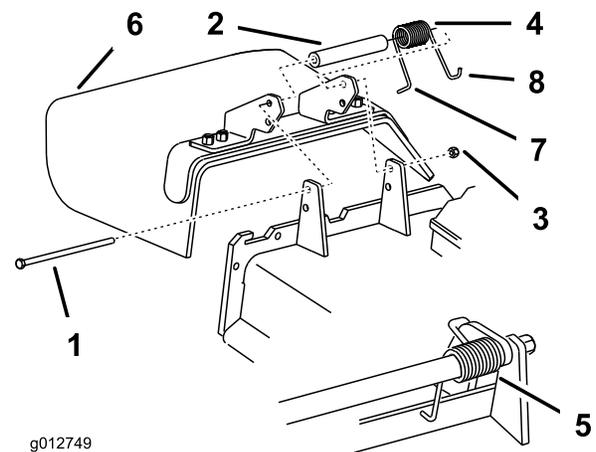

Figura 89
3. Instale el perno y la tuerca. Coloque el extremo en J del muelle alrededor del deflector de hierba (Figura 89).
Nota: Asegúrese de colocar el extremo en L del muelle detrás del reborde de la plataforma antes de instalar el perno, según se muestra en la Figura 89.